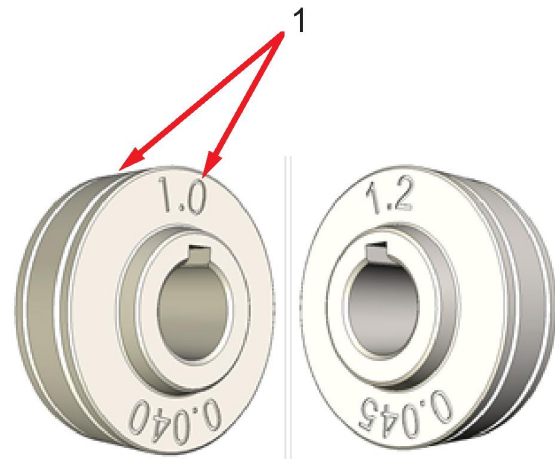

Figura 15. Los rodillos de alimentación de alambre se ofrecen en varios tamaños
1. Instale el rodillo de alimentación (del tamaño correcto y en la orientación correcta de la ranura). Verifique que la ranura del tamaño adecuado esté orientada hacia el **interior** (consulte la Figura 15).